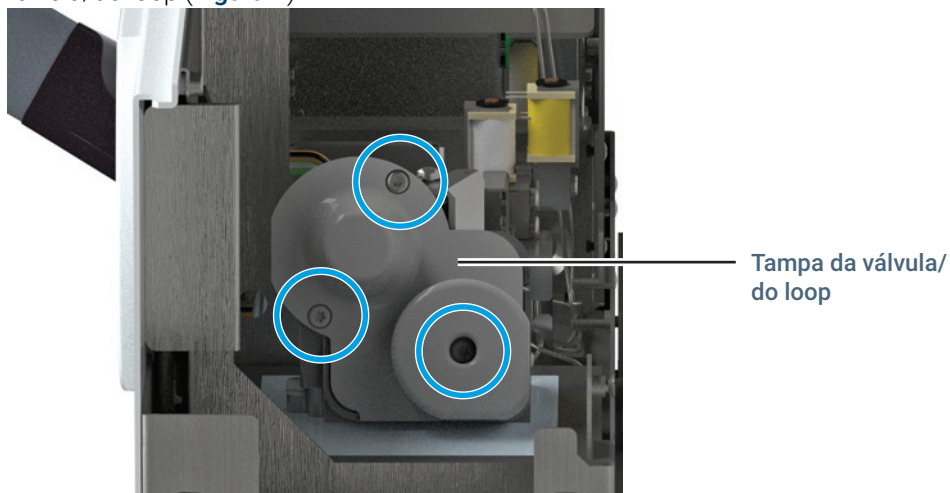

Figura 9. Tampa da válvula/do loop
- 4 Afrouxe completamente os três parafusos Torx T-20 de aperto manual na tampa da válvula/do loop (**Figura 9**).